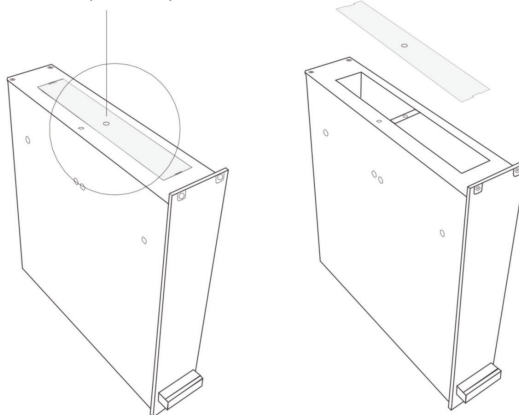

Figure 2.-
- 1.- Retirez la vis du couvercle placé en haut du module (Fig. 2.-).